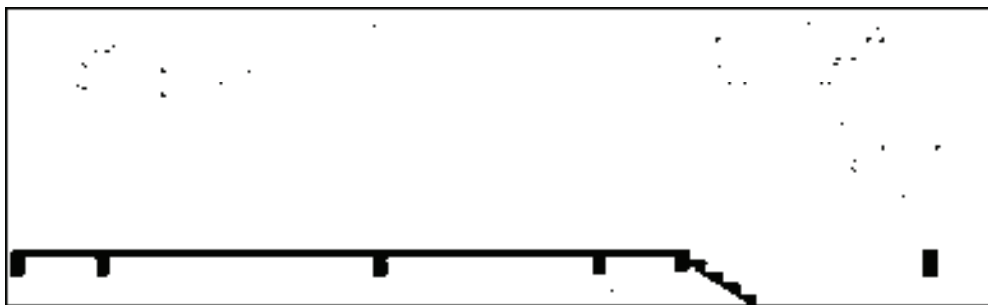

图 14-176 绘制屋顶装饰造型
23) 绘制屋顶装饰造型。调用“直线”命令、“偏移”命令、“修剪”命令，绘制如图 14-176 所示的图形。